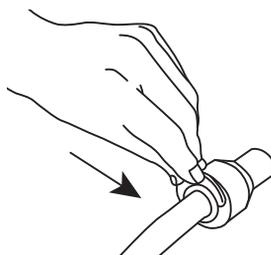

Рис. 2
- Для закрепления соединения вставьте стопорную клипсу в кольцо (Рис. 2).